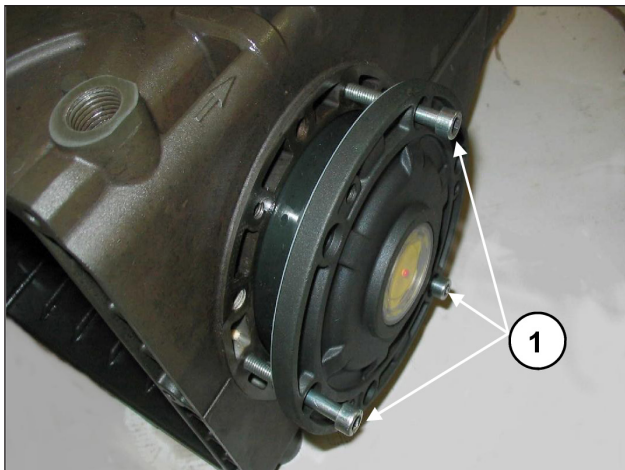
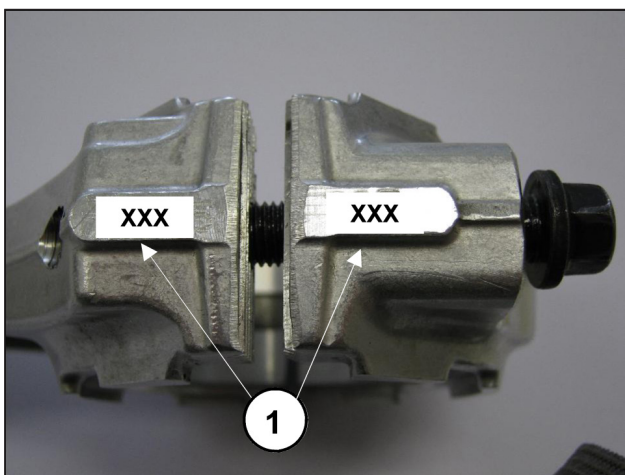

Рис. 8
Рис. 9
Для упрощения введения первого участка и запрессовки крышек на картере рекомендуется использовать 3 винта М6 х 40 с неполной резьбой, (Рис. 8, поз. ①), а затем завершить операцию с помощью винтов (М6х18), которые входят в комплект поставки.
- Соедините головки шатуна с соответствующими стержнями, руководствуясь номерами (Рис. 9, поз. ①).
После снятия боковых крышек, как указано в п. 2.1.1, снимите внешнее кольцо подшипников из соответствующих крышек и внутреннее кольцо вместе с оставшейся частью подшипника с обоих концов вала с помощью обычной выколотки или подобного инструмента, как показано на Рис. 8 и Рис. 9.